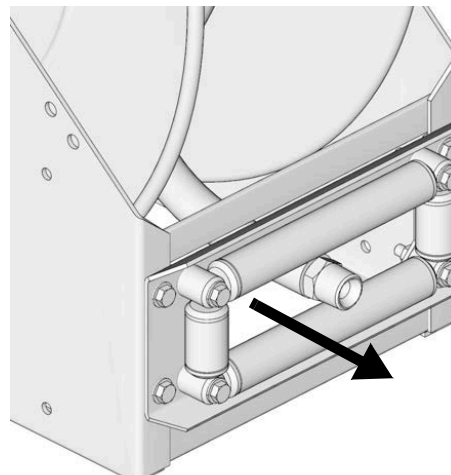

FIG. 16
- Tienda el extremo de manguera a través de los rodillos de manguera (FIG. 16).